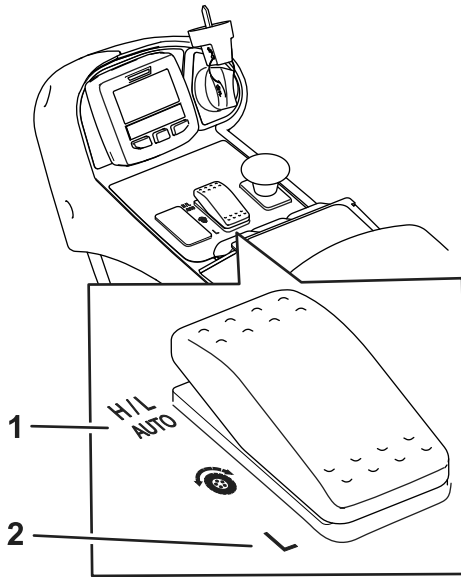

図 27
- このマシンは、通常の運転条件下では、速度レンジ設定を H/L AUTO にして使用するを前提としております (図 27)。この設定で使用すると、移動走行しているか刈り込みをしているかをマシンが自動的に判別して高速レンジと低速レンジを自動的に使い分けます。
- Low 位置速度レンジスイッチ 図 27 の低速レンジ設定では、マシンは常に低速レンジで動作します。整備場内での移動、トレーラへの積み下ろし、急斜面の登り降りなど、大きな力が必要な場面でお使いいただくと便利です。
このマシンには、低速走行レンジと高速走行レンジという2つの速度レンジがあります。切り替えスイッチにより、以下のモードを選択することができます (図 27)
走行ペダルを一杯に踏み込んだ時の最大速度を設定することができます (図 28)。ローレンジ用とハイレンジ用に別々の最大速度を設定できます (図 27)。